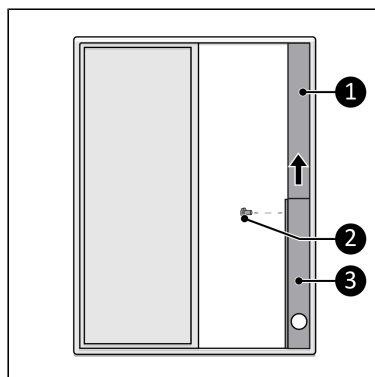

Figure 68.
3. Placez le raccordement de kit de fenêtre inclus dans l'ouverture de la fenêtre (Figure 68, pos. 3).
4. Utilisez la partie supérieure (Figure 68, pos. 1) pour ajuster la hauteur de la fenêtre. Fixez les deux parties dans les positions correctes à l'aide des chevilles accompagnant le produit (Figure 68, pos. 2).